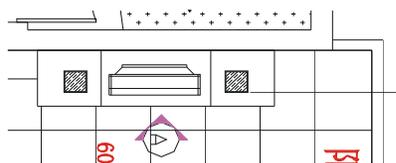
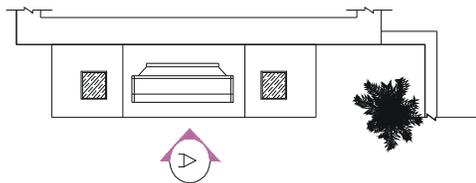

图 8-1-1
图 8-1-2
立面图的标号已在第六章的平面布局图中进行了标注，如 A 立面的标识如图 8-1-1 所示即客厅的电视墙，其绘制的具体步骤如下：
**STEP 01** 使用复制命令 COPY 复制将如图 8-1-1 所示的平面布局图复制一份，并使用修剪命令 TRIM 将其修剪成如图 8-1-2 所示。